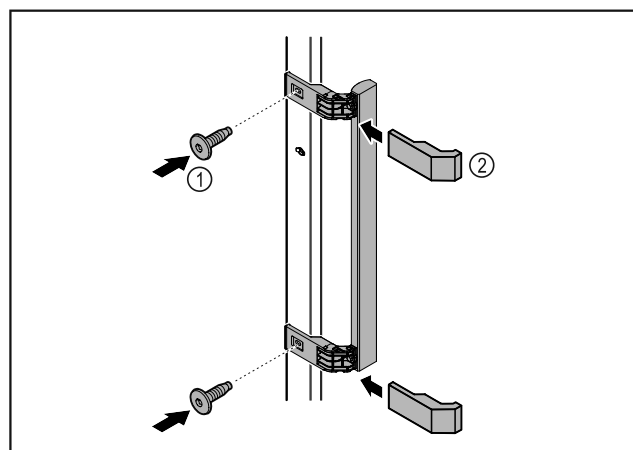

Fig. 6
- ▶ Zamontować uchwyt z dodatkowego opakowania na drzwiach przy użyciu dołączonych śrub Fig. 6 (1).
- ▶ Założyć osłonę Fig. 6 (2).